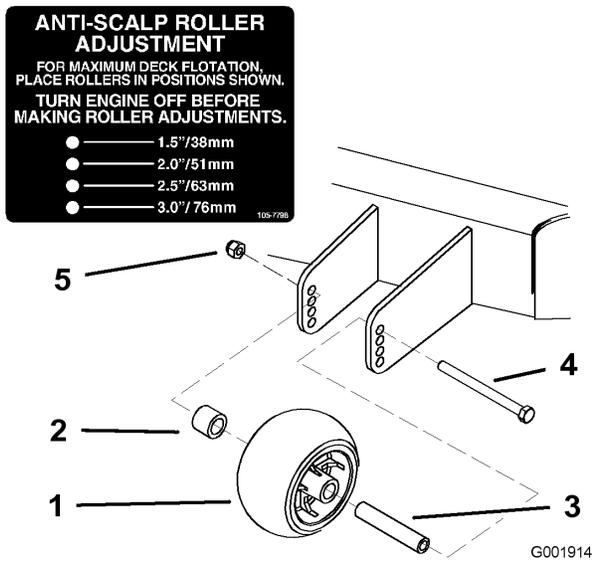
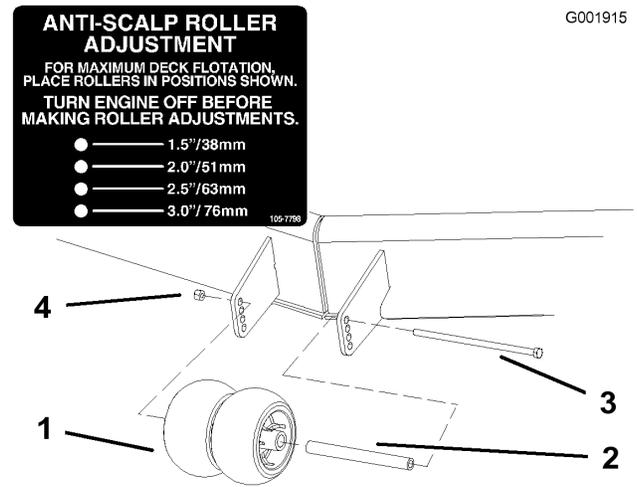

Figura 20
Figura 21
3. Después de ajustar la altura de corte, ajuste los rodillos retirando la tuerca con arandela prensada, el casquillo, el espaciador y el perno (Figura 20, Figura 21, y Figura 50).
**Nota:** Los dos rodillos centrales no tendrán espaciador (Figura 21).
5. Instale la tuerca con arandela prensada, el casquillo, el espaciador y el perno. Apriete a 54-61 Nm (Figura 20, Figura 21 y Figura 50).